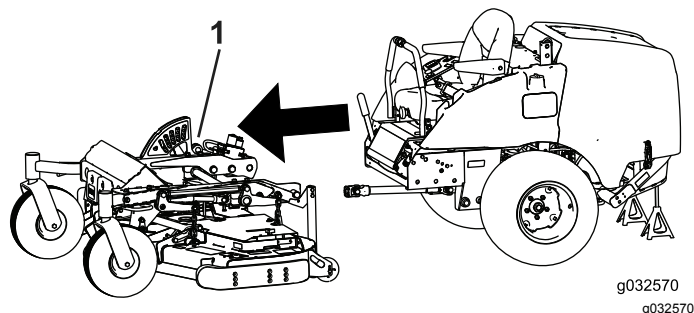

図 59
8. 夏用フレームを前方に押し出して外し、来春まで格納保管する図 59。